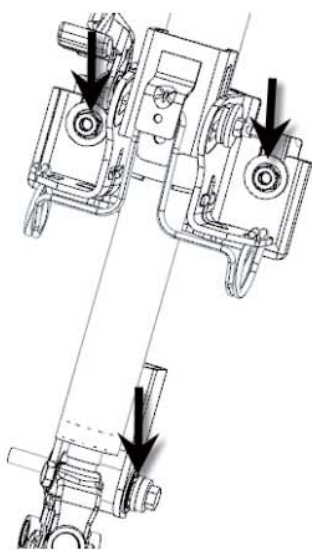

图 4-9 拆下机械转向管柱
① 确认所有与管柱连接的线束均已脱开。
② 松开管柱上安装点的螺母与下安装点的螺栓，如图 4-9 所示，取下转向管柱及万向节。